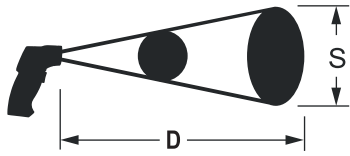

Fig. 1
- Het te meten voorwerp moet groter zijn dan het IR-meetpunt **S** (fig. 1).
- Het te meten voorwerp moet minstens tweemaal zo groot zijn dan het IR-meetpunt **S** (fig. 1).
- De A:G-verhouding is 6:1. Op een afstand **D** (fig. 1) van 6 cm, is de grootte van het IR-meetpunt 1 cm.